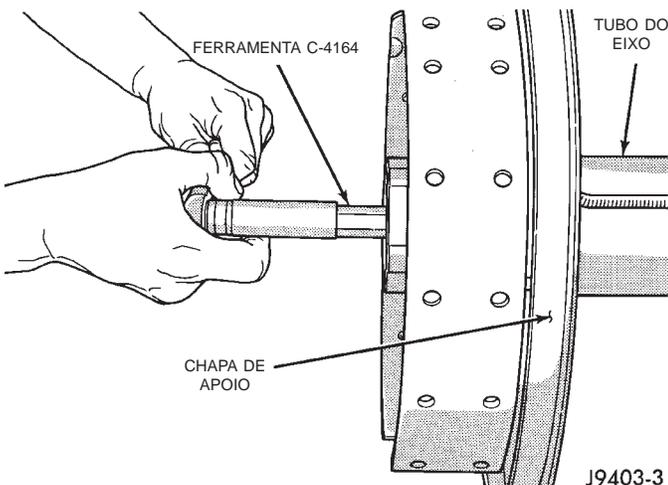

Fig. 79 Ferramenta do Ajustador Rosqueado
(1) Utilize a Chave C-4164 para ajustar para dentro cada ajustador rosqueado, até que o jogo livre do rolamento do diferencial seja eliminado (Fig. 79). Permita alguma folga entre dentes da coroa (aproximadamente 0,01 polegada/0,25 mm) entre a coroa e a engrenagem do pinhão. Ajuste as capas do rolamento com o procedimento descrito acima.